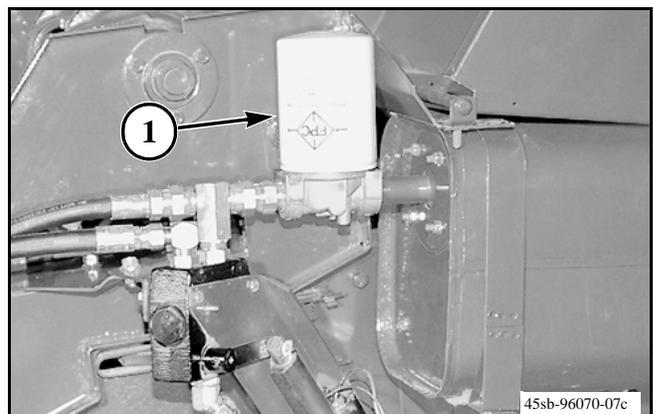

FIG. 10
FIG. 10: Cambie el filtro de fluido hidráulico (1) después de las primeras 50 horas de funcionamiento. Cambie el filtro de fluido hidráulico cada 250 horas de funcionamiento a partir de entonces o al inicio de cada temporada, lo que suceda primero. Ajuste el filtro de fluido hidráulico con la mano.